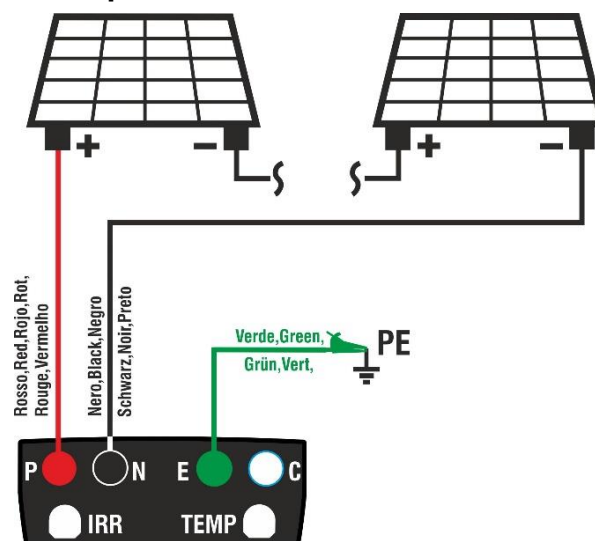

Fig. 9: Conexión instrumento para medida de aislamiento de forma GFL
- Conecte el instrumento al string FV en pruebas como se muestra en Fig. 9. **Se recuerda que es necesario separar también eventuales descargadores conectados a los cables del string y que es aconsejable realizar la medida aguas arriba de eventuales diodos de bloqueo**